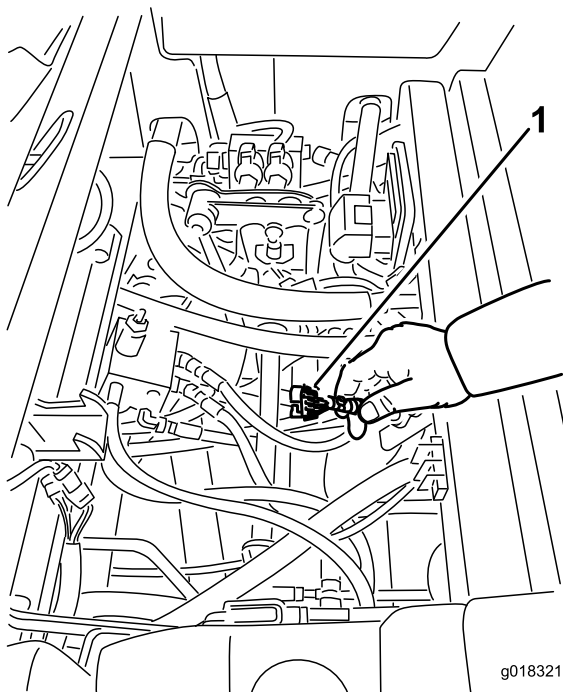

Figure 21
3. Localisez le faisceau de câblage et les connecteurs près du module de commande (Figure 21).